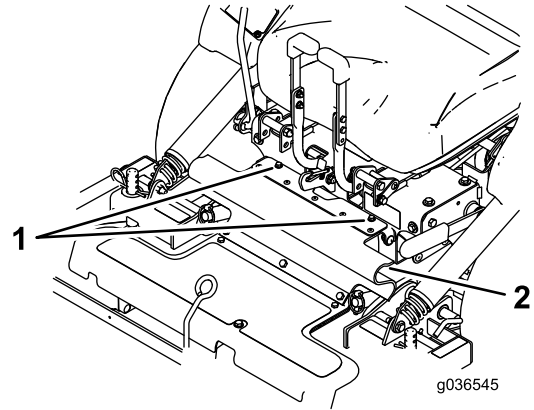

Figura 9
2. Afloje los pernos de sujeción del protector de goma (Figura 9).
3. Instale el protector de goma con los pernos (Figura 9).